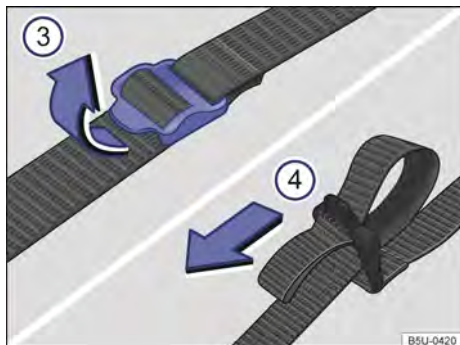

Fig. 173 Cintas de fixação da bolsa das ferramentas de bordo.
- Puxar as fivelas da cinta de fixação no sentido da seta → Fig. 173 ③.
- Puxar firmemente as cintas ① pelas alças no sentido da seta → Fig. 173 ④ para fixar a bolsa das ferramentas de bordo.